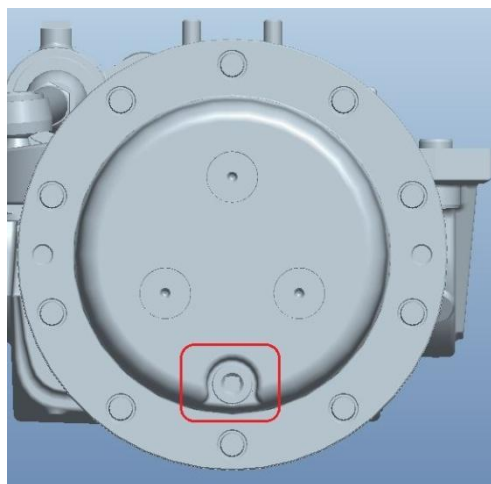

图 3-19
- 将机器行驶到平坦场地上，慢慢行驶，使前驱动桥轮边端面的放油螺塞处于最低位置。（图 3-19）